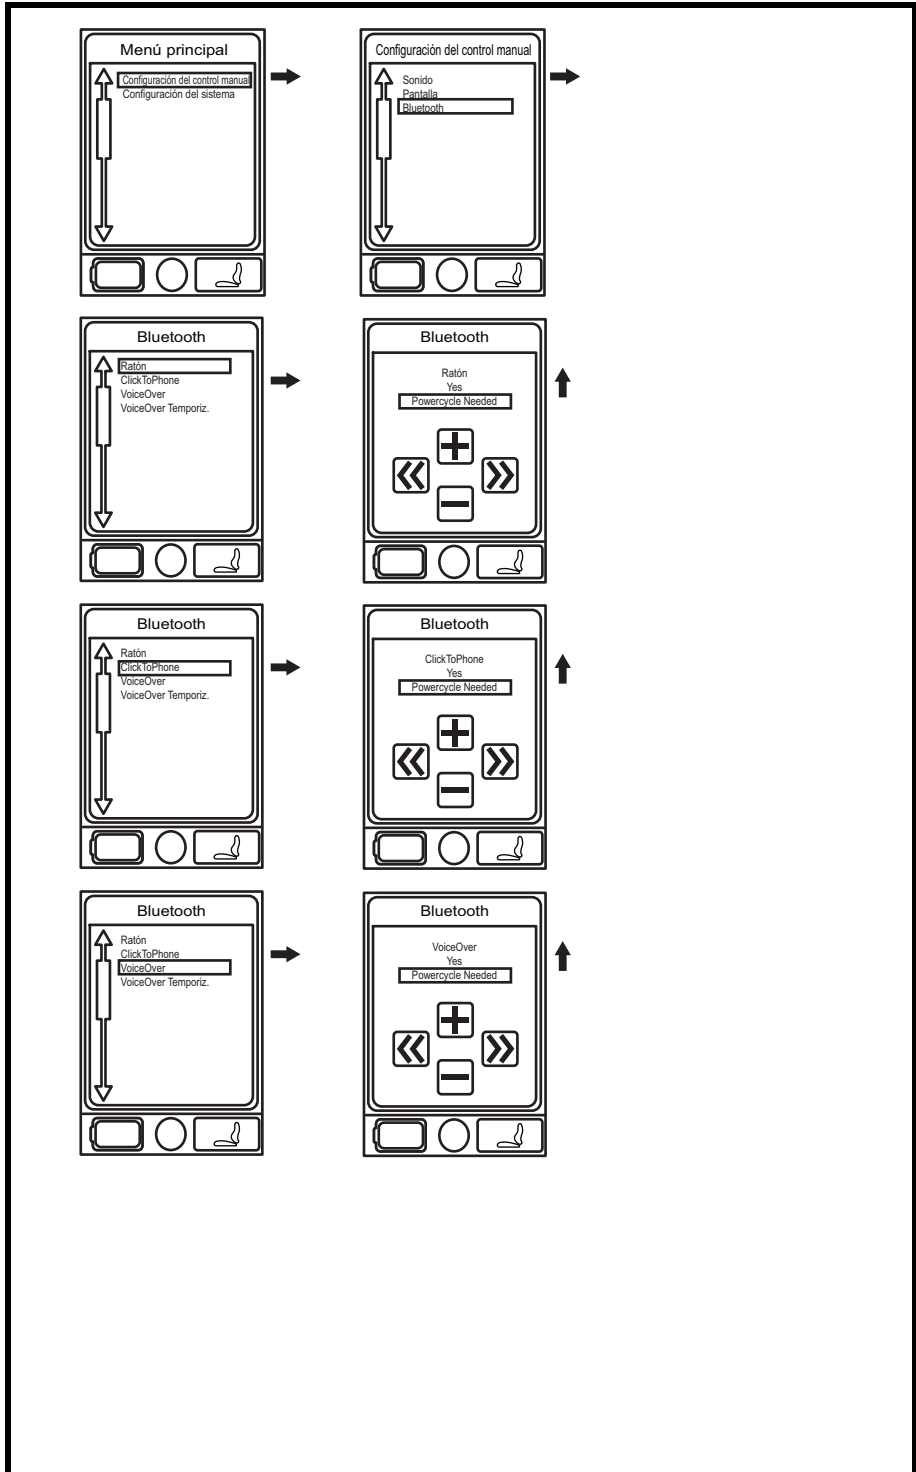

Figura 3A. Menu de Bluetooth
2. Presione el botón de Menú para acceder a la pantalla del Menú Principal. **Ver figura 3A.**
3. Use la palanca de mando para resaltar la opción Ajustes manuales, luego empuje la palanca de mando hacia la derecha para seleccionar dicha función. **Ver figura 3A.**
6. Empuje la palanca hacia delante para habilitar la pantalla de Bluetooth. **Ver la figura 3A.**